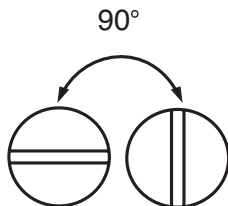

Fig 1
2. Méthode de mesure double: Cette méthode consiste à effectuer deux mesures d'épaisseur à proximité d'un seul point en faisant pivoter le capteur ultrasonique de 0 à 90°, respectivement, par rapport à la face fendue (Fig.1). Prenez la plus petite des deux valeurs indiquées comme épaisseur du matériau.